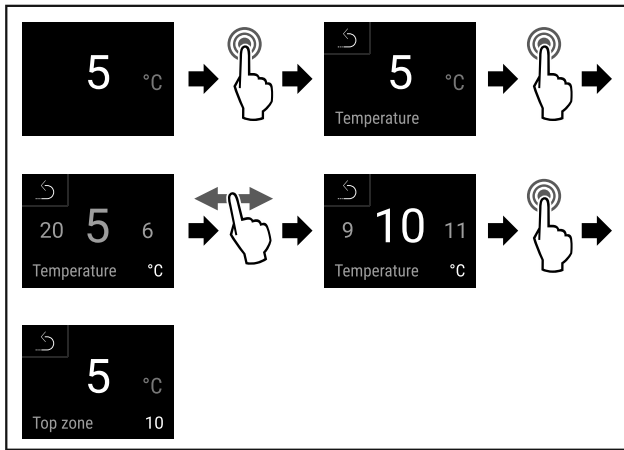

Fig. 67
- ▶ Suorita toimenpidevaiheet (katso Fig. 67).